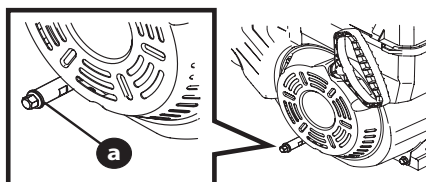

Figure 9
NOTE : Le bouchon peut se trouver sur le devant ou à l'arrière du bloc-moteur ou être un tube, selon le modèle du moteur. Figure 9. La Figure 4 à la page 43 représente des exemples.
- Nettoyez la surface autour du bouchon de vidange (a). (Figure 9).
- Retirez le bouchon. (Figure 9).